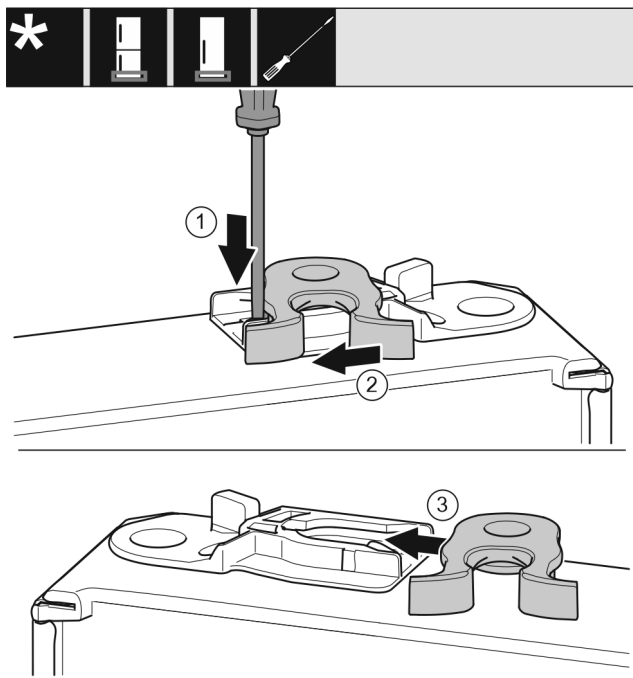

Fig. 16
- Πιέστε το αυτάκι με ίσιο κατσαβίδι προς τα κάτω. Fig. 16 (1)
- Τραβήξτε το άγκιστρο κλεισίματος από τον οδηγό. Fig. 16 (2)
- Ωθήστε το άγκιστρο κλεισίματος στην άλλη πλευρά στον οδηγό. Fig. 16 (3)